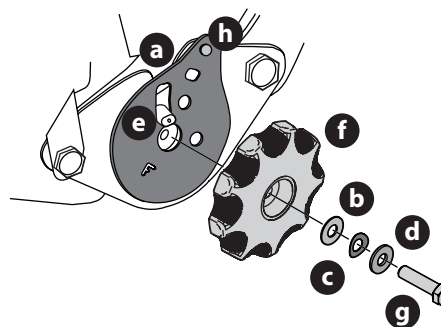

Figure 13
7. Retirez l'assemblage du bouton d'inclinaison du siège du sac et installez (Figure 13).
NOTE : Veillez à orienter la plaque d'inclinaison (a) et à installer la rondelle en plastique (b), la rondelle élastique (c) et la rondelle métallique (d) (Figure 13). La rondelle en plastique se trouve à l'intérieur.
8. Faites glisser la plaque de support du siège (a) sur l'axe du siège (e) (Figure 13).
10. Utilisez une clé pour serrer à la main la vis hexagonale (g) jusqu'à ce que le bouton du siège inclinable (f) soit difficile à tourner (Figure 13).
11. Desserrez progressivement la vis hexagonale (g) jusqu'à ce que le bouton d'inclinaison se déplace librement. Ne desserrez pas la vis hexagonale (g) de plus d'un tour complet (Figure 13).
12. Installez fermement l'écrou de 1/4 po sur le goujon à pression (h) et tournez le bouton d'inclinaison pour vérifier le fonctionnement du siège (Figure 13).